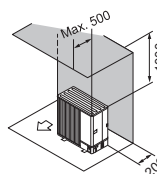

Fig. 2-8
② Obstacole numai în spate și deasupra (Fig. 2-8)